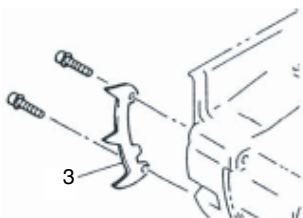

Fig. 2
* En el caso de instalar el apoyo dentado (3), instale el apoyo dentado (3) (si se provee) en el aparato con dos tornillos. (Fig. 2)